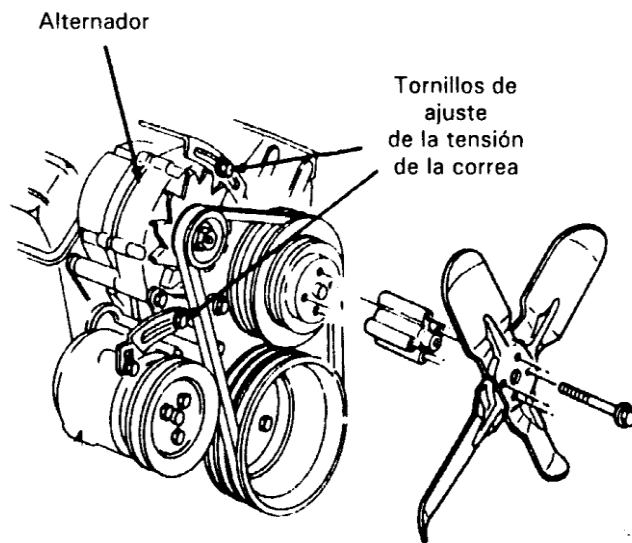

Fig. 3.9 Desmontaje del ventilador
6. Quite el alternador y los cables accesorios. En esta etapa se debe retirar el ventilador, las poleas y correas. (Ver Fig. 3.9)